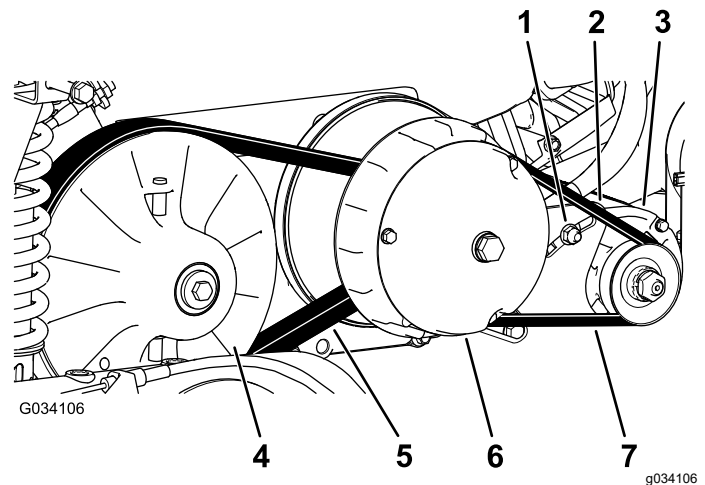

Figura 64
6. Fate girare la cinghia (Figura 64) ed ispezionatela per rilevarne eventuale segni di eccessiva usura o danni.
3. Girate la cinghia e fatela passare sulla frizione secondaria (Figura 64).
4. Rimuovete la cinghia dalla frizione primaria (Figura 64).
5. Allineate la nuova cinghia sopra la frizione primaria (Figura 64).
6. Girate la cinghia e fatela passare sulla frizione secondaria (Figura 64).
2. Allentate il dado di rotazione del generatore di avviamento (Figura 64).
4. Applicate una pressione verso il basso sul piede di porco per ruotare il motorino di avviamento fino alla fessura in modo che la tensione della cinghia consenta soltanto una flessione di 6 mm della cinghia stessa con forza pari a 44 N·m (Figura 64).
5. Serrate manualmente il dado di rotazione e rimuovete il piede di porco (Figura 64).